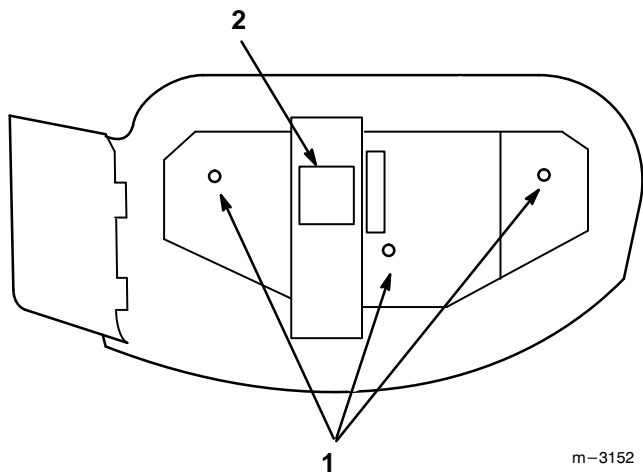

Abbildung 18
2. An den Nippeln an den drei Spindellagern und am Führungsrollenarm Fett auftragen (Abb. 18).
3. Den Stopfen am Getriebe entfernen und den Schmiermittelstand im Getriebe kontrollieren. Bei zu niedrigem Flüssigkeitsstand Getriebeöl SAE EP-90 nachfüllen, bis das Öl die horizontale Welle (Eingangswelle) des Getriebes erreicht hat (Abb. 18).